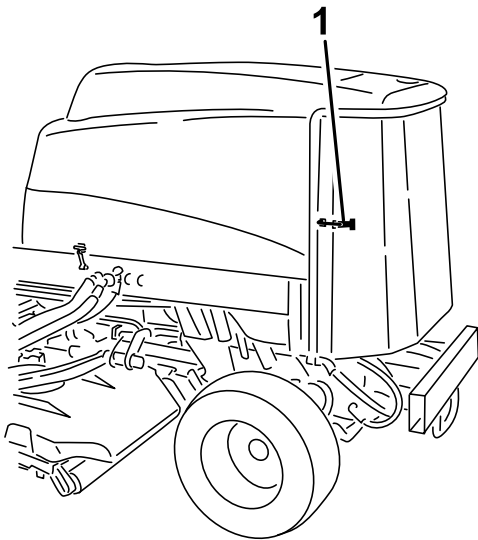

Figure 78
3. Déverrouillez et ouvrez la grille arrière (Figure 78).